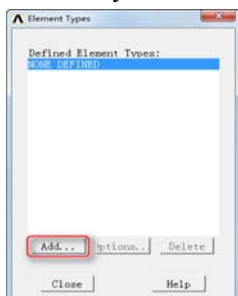
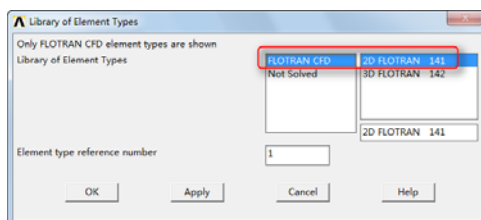

图 8-59 “Element Types”对话框
图 8-60 “Library of Element Types”对话框
①指定单元类型：依次选择 Main Menu→Preprocessor→Element Type→Add/Edit/Delete，会弹出“Element Types”对话框，如图 8-59 所示。
②单击“Add”按钮，会弹出“Library of Element Types”对话框。
③在“Library of Element Types”列表框中选择“FLOTTRAN CFD”和“2D FLOTTRAN 141”，在“Element type reference number”输入框中输入 1，如图 8-60 所示。单击“OK”按钮关闭“Library of Element Types”对话框。